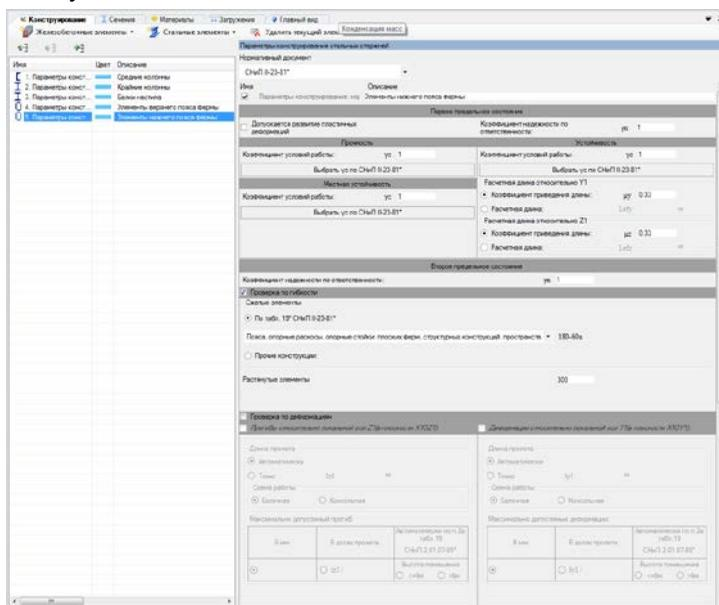

Рис. 155. Редактор параметров конструирования элементов нижнего пояса фермы
- В разделе **Первое предельное состояние** задайте (рис. 155):